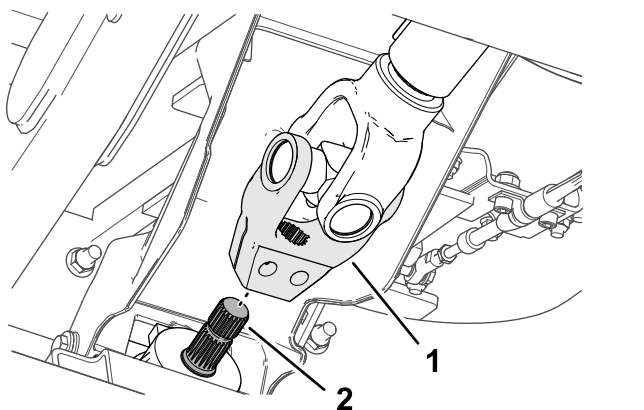

Figura 18
5. Aliniați canelurile din furca arborelui de transmisie pe canelurile arborelui de intrare al dispozitivului de ataare (Figura 18) și glisați furca pe arbore.